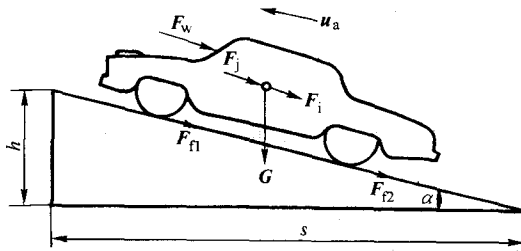

图 0-1
* 2. 写出图 0-1 所示的汽车行驶阻力名称，并写出汽车行驶方程和行驶驱动